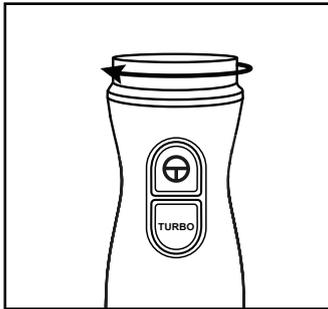
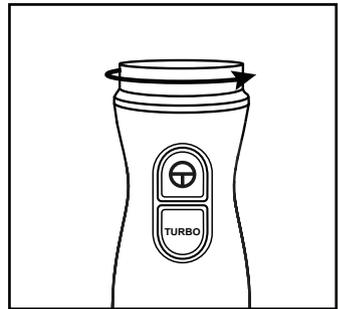

Fig. 1
Fig. 2
- 2) Vælg det ønskede hastighedsstrin: Ved at dreje hastighedsindstillingen **1** med en kort bevægelse i urets retning øges hastigheden med et trin (fig. 1). Ved at dreje hastighedsindstillingen **1** i den modsatte retning - altså mod uret - reduceres hastigheden med et trin (fig. 2). Det indstillede hastighedsstrin (SPEED) 1-5 vises på displayet **6**.